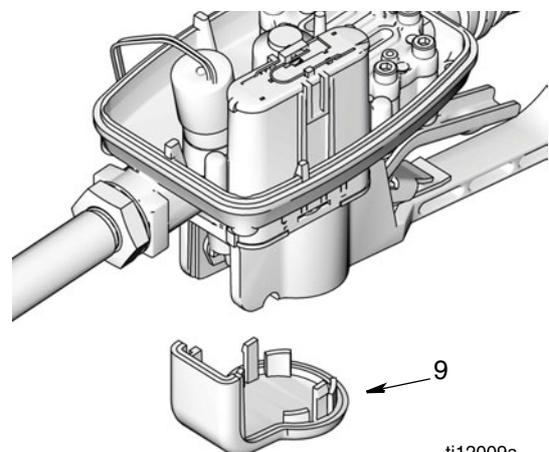

FIG. 7
7. Extraiga el protector (9) introduciendo un pulgar u otro dedo detrás de la tapa y haga palanca para abrirla. Luego, deslice el protector hacia abajo y fuera de la muesca de la carcasa (FIG. 7).